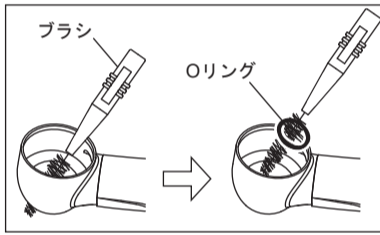

図15
- Oリングはヘッド内部に張り付いていることがあります。その際は、付属のブラシを奥まで挿し込んで取り外してください(図15)。